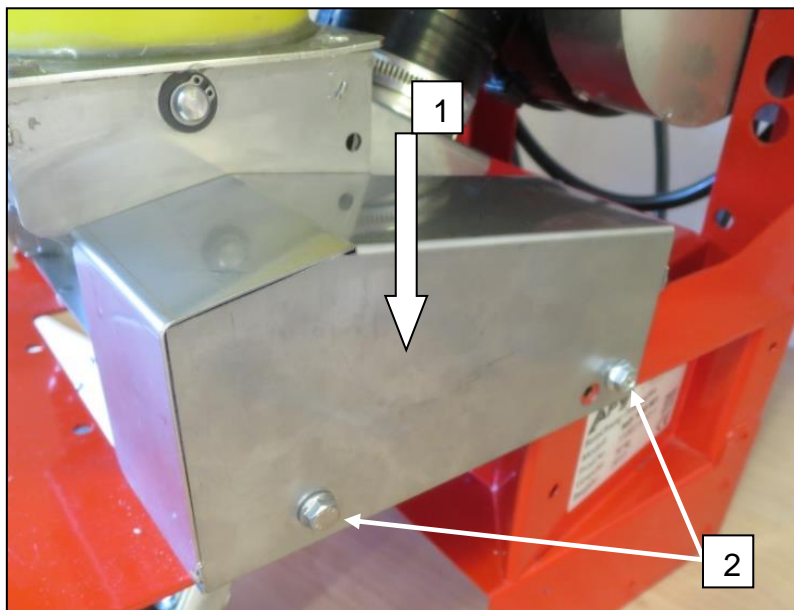

Abb.: 52
- Zum Montieren des Säwellenmotordeckels, stecken Sie diesen von oben herab **1** über den Säwellenmotor und fixieren ihn mit den vorhandenen Schrauben **2** (Abb.: 52).